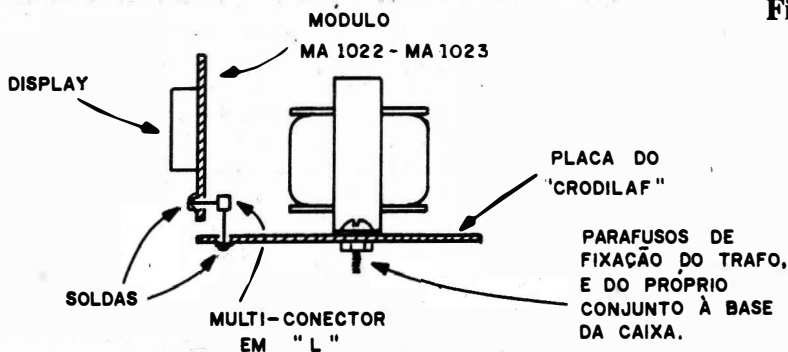
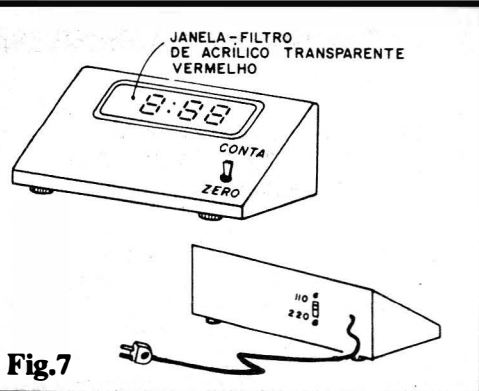

Fig.6
Fig.7
- **FIG. 6 - DETALHES DA INTERLIGAÇÃO ELETRO-MECÂNICA DAS PLACAS (MÓDULO HÍBRIDO E "APOIO"...) -** Para que o Hobbysta possa melhor entender o arranjo, o diagrama mostra um perfil da disposição já ilustrada na fig. 5... Verificar que a placa-base do módulo híbrido, após a finalização das conexões e inserções, guardará um ângulo reto com a placa de "apoio" do CRODILAF, ficando - obviamente - o **display** voltado para "fora". Notar ainda o posicionamento do transformador a comprovação do fato já mencionado, quanto à possibilidade de se utilizar as "pontas" dos parafusos de retenção do dito trafo também com elementos finais de fixação do conjunto à base do **container** escolhido... O peso e a posição do transformador darão grande estabilidade ao arranjo, em termos mecânicos... **UM DETALHE:** dependendo de haver ou não uma certa inclinação natural no painel frontal da caixa escolhida, conforme sugere - inclusive - a fig. 7, o ângulo reto originalmente mostrado entre as placas **pode** ser modificado, sem problemas, já que dentro de certos limites mecânicos, os terminais do multi-conetor são relativamente "flexíveis", permitindo que se torne mais "agudo" o citado ângulo entre placas... Essa "torção" mecânica, contudo, deve ser previamente feita, com muito cuidado, e **antes** de serem promovidas quaisquer das soldagens entre-placas...
- **FIG. 7 - SUGESTÃO PARA O ACABAMENTO EXTERNO DO CRODILAF -** Acreditamos que não será difícil ao Leitor/Hobbysta, adquirir ou mesmo confeccionar um **container** com o "jeito" mostrado na figura, e que dará um "ar" bastante profissional e elegante ao CRODILAF, no seu acabamento final... Na verdade, qual-
tal controle, nada mais fácil: basta intercalar num dos fios do cabo de força (rever fig. 5) um interruptor simples, dispondo-o, mecanicamente, no painel frontal da caixa (rever fig. 7...).